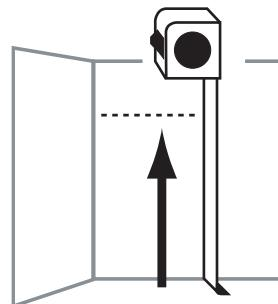

FIG. 1.0
Es posible que las longitudes del estante y las barras del armario se deban acortar dependiendo de la configuración deseada. Consulte la Fig. 1.0 para obtener el lugar de corte recomendado.
1. Use las medidas de ubicación de altura del estante **SUPERIOR** (A), mida desde el piso hacia arriba y marque la ubicación del estante superior en la pared trasera del armario. (Fig. 1.0)